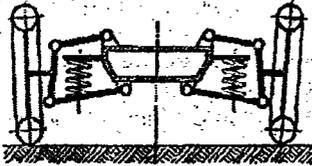

Abb. 23. Doppelquerlenker.
3) **Doppelquerlenker.** Wenn beide Querfedern durch Querlenker ersetzt werden (Abb. 23), entsteht eine Radführung, die im Fahrzeugbau sehr gern